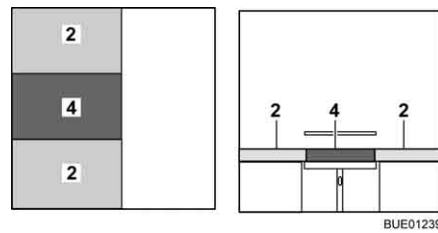

Fig. 90 Dopo la trasformazione
- Posizionare il cuscino aggiuntivo (Fig. 90,4) tra i cuscini del divano (Fig. 90,2).